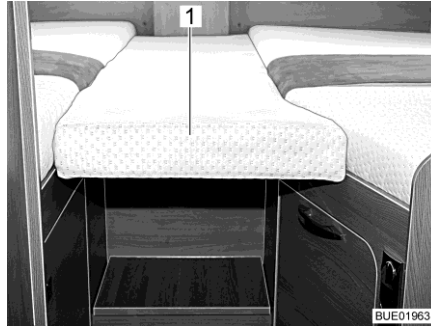
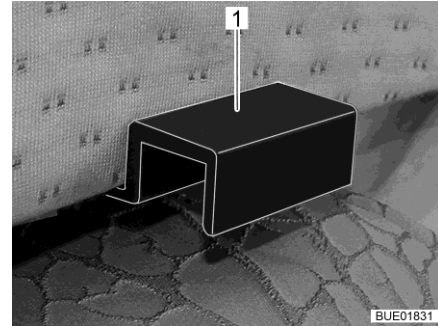

Fig. 184 Coussin supplémentaire
Fig. 185 Fixation du coussin supplémentaire
- Accrocher le coussin supplémentaire (Fig. 184,1) avec les fixations (Fig. 185,1) dans les caches des lits simples de manière à ce qu'il se forme un couchette complète.